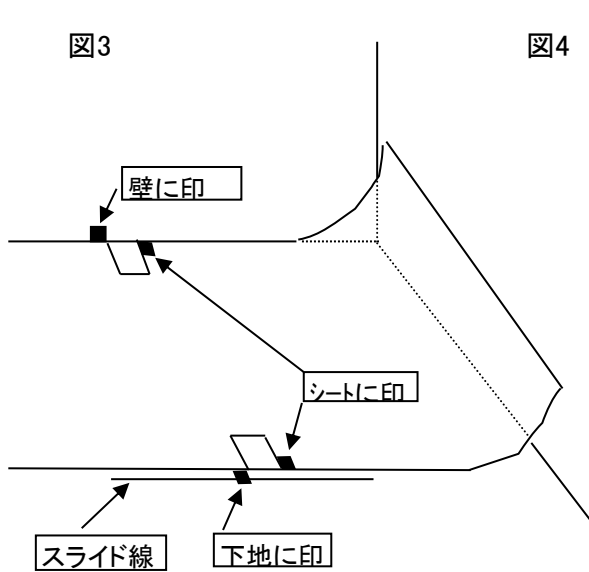

図3
1. シートのたるみを取り、適当な箇所を選び巾定規を巾方向に壁に突き付ける。巾定規1つ分の巾を空けて、壁・シートの両端部・下地に印を付ける。シート内側端部はシートを正確にずらすために下地にシートの端に沿ってスライド線を記入する。(図3)